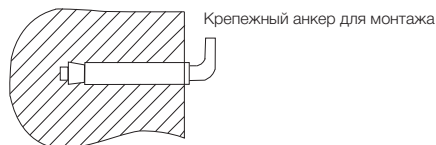

Рис. 2
2. После выбора места монтажа определите места под два крепежных болта с крючками (в зависимости от спецификаций выбранного изделия). Прodelайте в стене два отверстия необходимой глубины с помощью сверла размером, соответствующим размеру крепежных болтов, вставьте винты, поверните крюк вверх, плотно затяните гайки, а затем установите на него электрический водонагреватель (см. рис. 2).